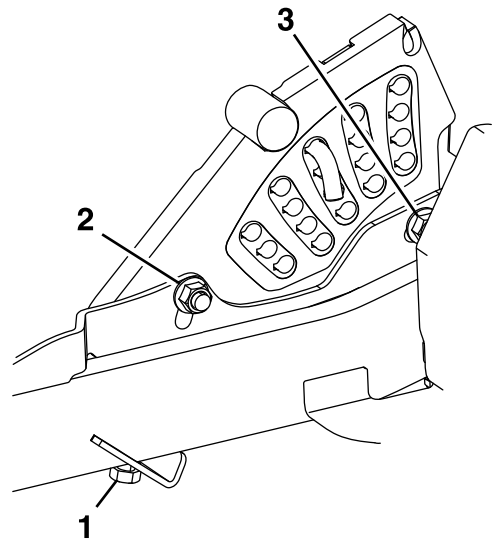

Figura 85
13. Si las 4 tuercas de ajuste de la carcasa no permiten lograr una altura de corte exacta con la inclinación necesaria, puede ajustar el sistema de ajuste de un solo punto (Figura 85).
14. Para ajustar el sistema de un solo punto, primero afloje los pernos de montaje delantero y trasero de la placa de altura de corte (Figura 85).
- Apriete los 2 pernos en el borde inferior de la placa de ajuste de la altura de corte (Figura 85).